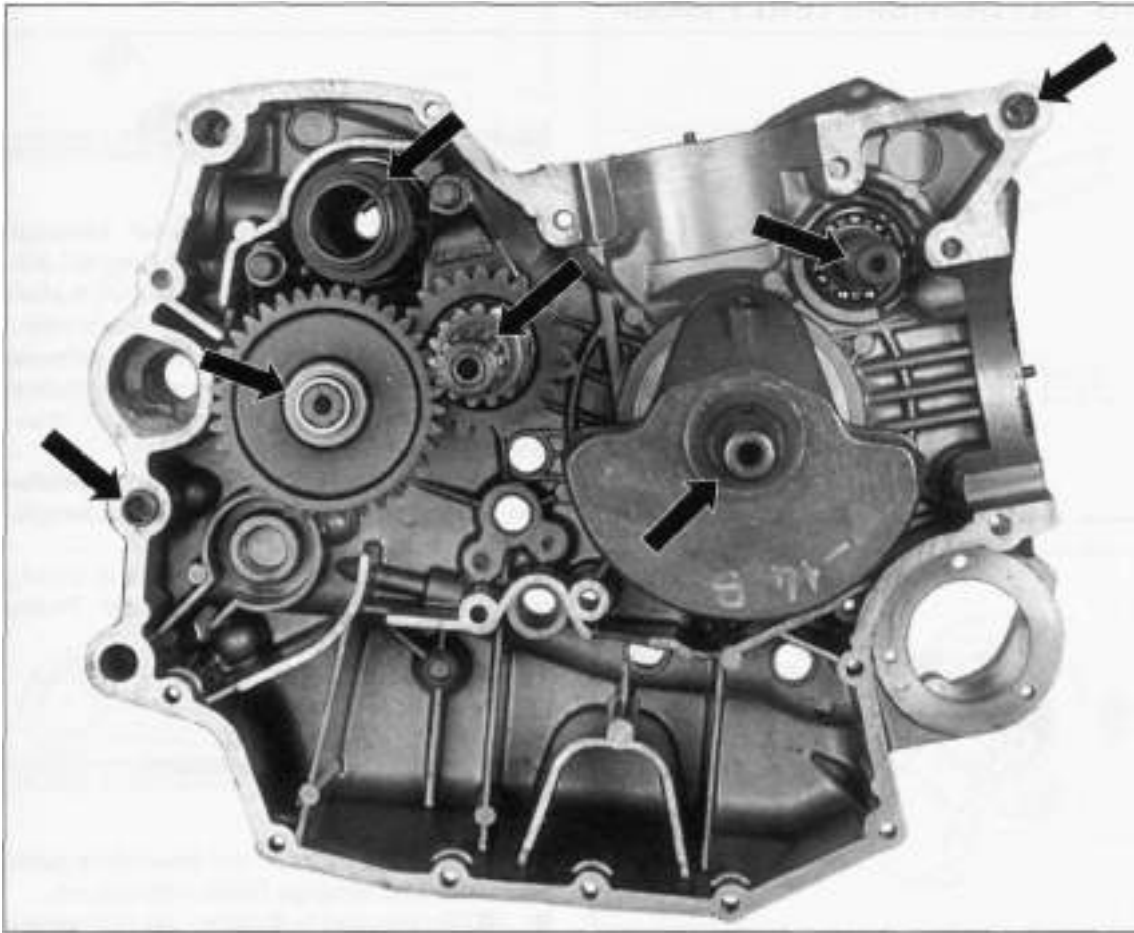

Bild 188
- Pass-Scheiben (Bild 188) gemäß der beim Ausbau gemachten Notizen an Wellen anbringen.